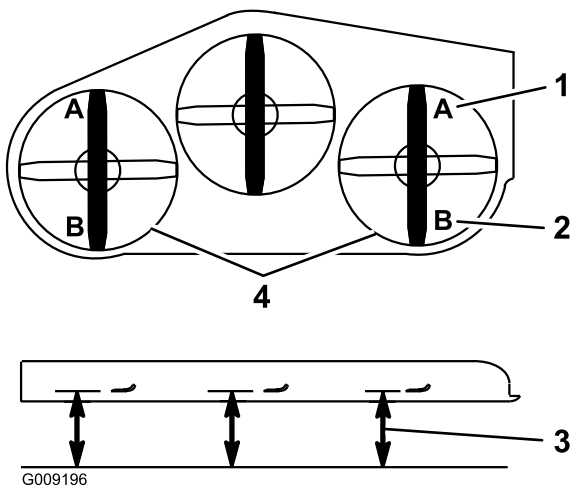

Figura 94
9. En ambos lados de la carcasa, mida desde la superficie nivelada hasta la punta delantera de la cuchilla (Posición A), según se muestra en Figura 94.
16. En ambos lados de la carcasa, mida desde la superficie nivelada hasta la punta trasera de la cuchilla (Posición B), según se muestra en Figura 94.